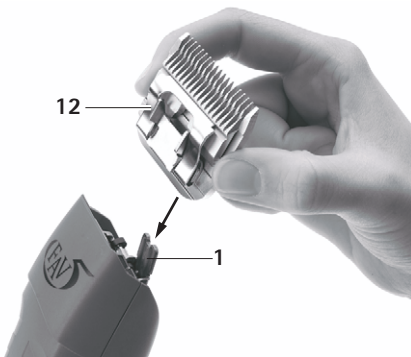

Fig. 2
- Sätt klipp huvudet 12 på det öppna knivlocket 1, se Fig. 2.